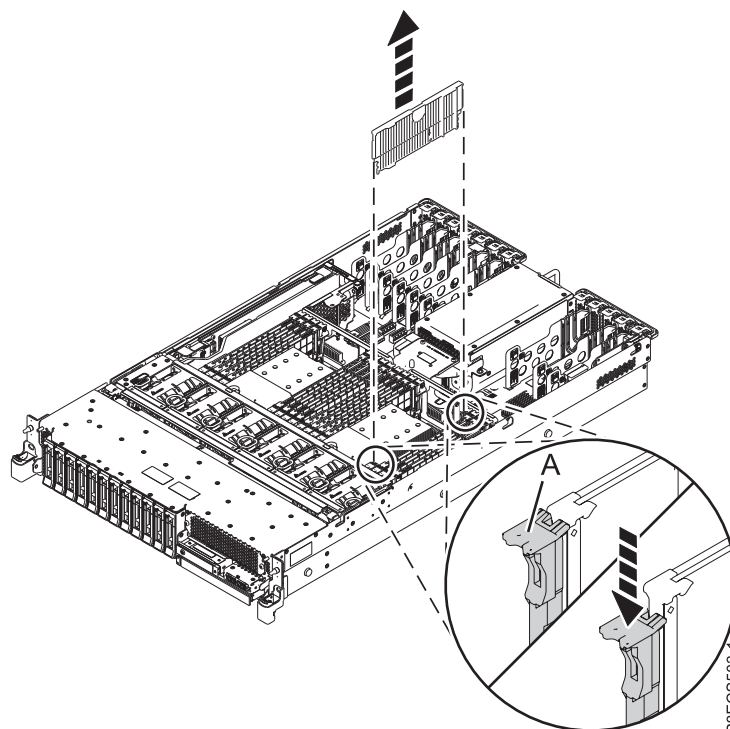

Figura 2. Remover o enchimento de um módulo de memória da ranhura do módulo de memória num sistema 5148-21L, 5148-22L, 8247-21L, 8247-22L, 8284-21A ou 8284-22A
- a. Para desbloquear o enchimento do módulo de memória do conector na ranhura, empurre as patilhas de bloqueio **(A)** na direcção apresentada em Figura 2. A acção de alavanca das patilhas força o enchimento do módulo de memória a sair para fora do conector.